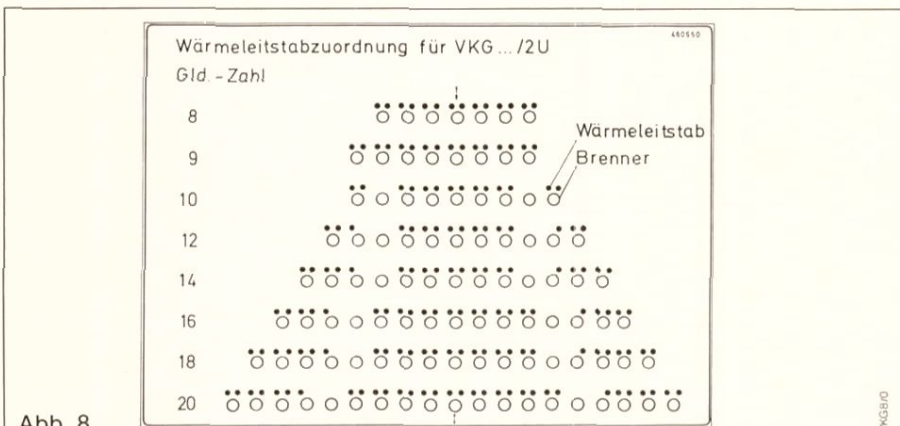

Abb. 8
5.8 Wärmeleitstäbe (VE-Wärmeleitstäbe) nach Abb. 8, Seite 8, auflegen.